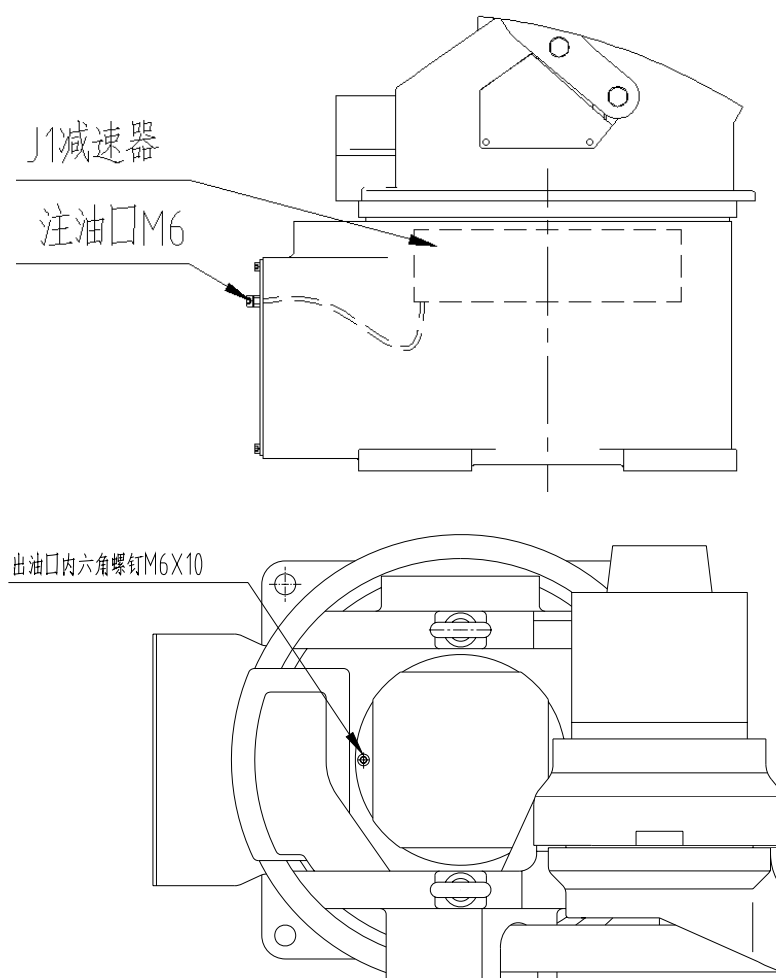

图 11 J1 轴减速机局部结构
(1) 油脂补充步骤（参考 图 11 J1 轴减速机局部结构）
③ 安装注油口堵塞；
④ 安装出油口堵塞前，运动 J1 轴几分钟，使多余的油脂从出油口排出；
⑤ 用布擦净从出油口排出的多余油脂，安装出油口堵塞。
(2) 油脂更换步骤（参考 图 11 J1 轴减速机局部结构）